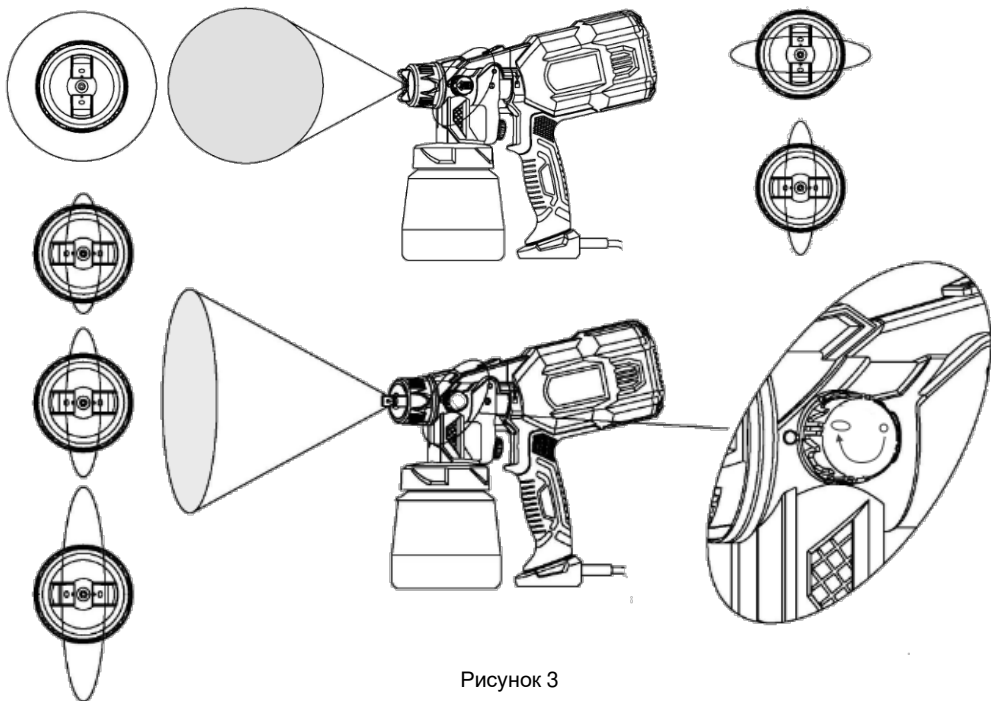

Рисунок 3
4.8 Регулятором орієнтації факелу (2) оберіть необхідне положення (вертикальне або горизонтальне, дивіться рисунок 3).